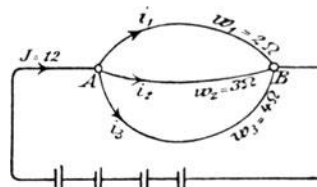

Fig. 11.
80. Ein Strom von 12 [18] (100) A teilt sich im Punkte A (Fig. 11) in drei Zweige, deren Widerstände $w_1 = 2 \Omega$, $w_2 = 3 \Omega$ und $w_3 = 4 \Omega$ sind. Gesucht: